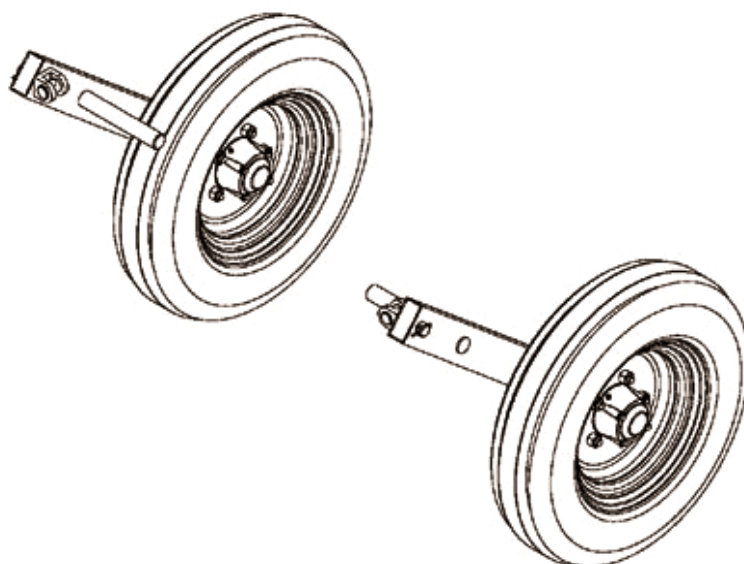

Рис.4
3.3. Колеса на пневматических шинах (рис.4) консолью крепятся на кронштейнах колес. Колёсами осуществляется копирование рельефа поля.